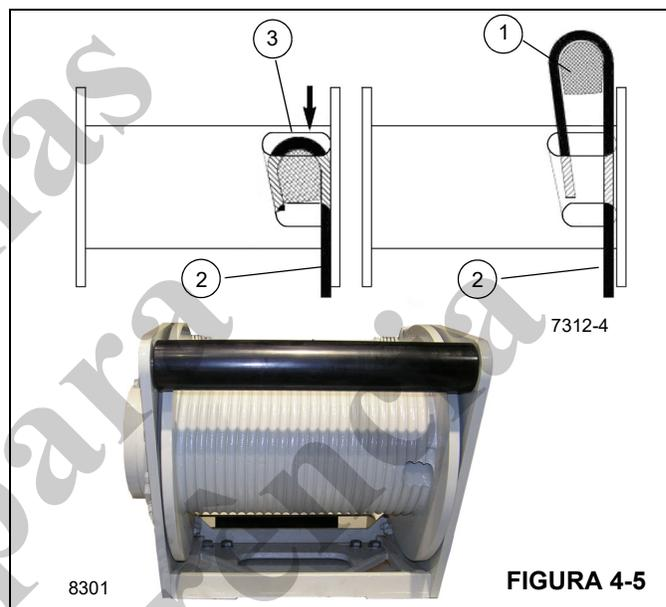

FIGURA 4-5
2. Instale a extremidade do cabo no guincho usando o terminal com cunha fornecido (1) (Figura 4-5).